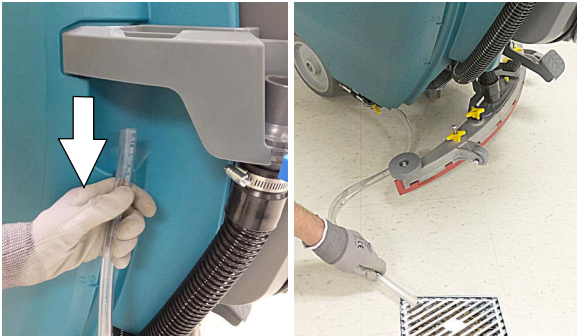

ABB. 84
2. Um das Restwasser aus dem Frischwassertank abzulassen, ziehen Sie den Füllstandsschlauch des Frischwassertanks aus der Zubehörschiene (Abbildung 84).